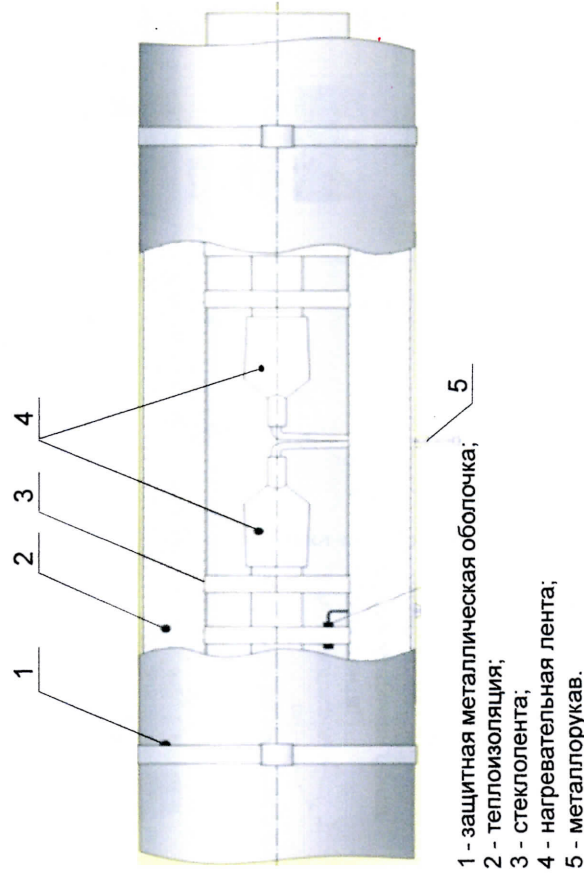

Рис.5. Монтаж нагревательной ленты на трубопроводе.
7.2.5. После установки нагревательных лент трубопровод покрыть тепловой изоляцией из негорючих минеральных или синтетических материалов и обшить защитной металлической оболочкой (см. рис. 5).